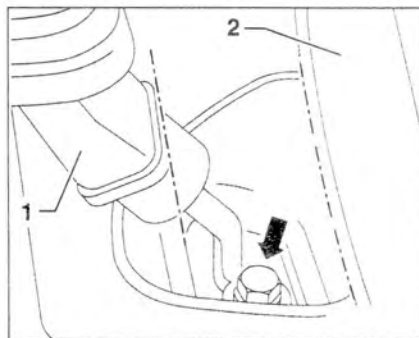

Рис. 5.13. Открутите болт (стрелка).
- 5. Открутите болт (стрелка) (рис. 5.13).
- 7. Установите край рычага 1 и край центральной консоли 2 параллельно друг к другу (рис. 5.13). Затяните болт (стрелка) и закрепите защитный чехол с изоляцией.